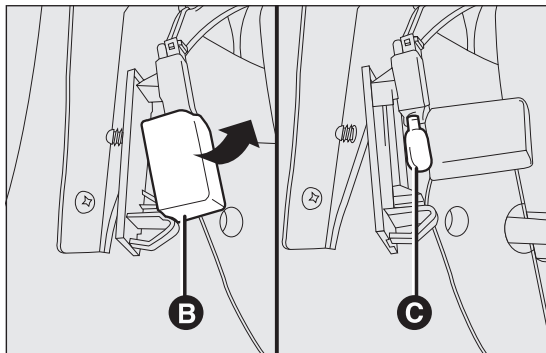

fig. 123
- aprire il coprilampada B fig. 123 e sostituire la lampada C fig. 123 inserita a pressione;